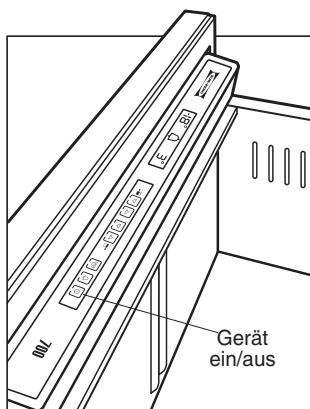
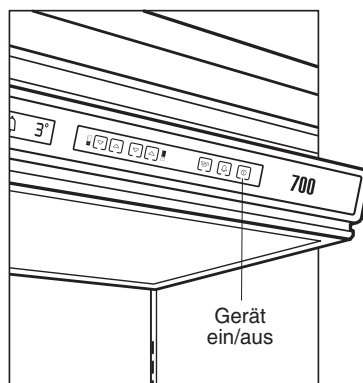

Abb. 4
Abb. 5
Das Netzkabel in eine geerdete 10-Amp-Steckdose einstecken. Bei eingeschalteter Stromzufuhr die Beleuchtung und das Kühlaggregat prüfen, bevor Sie mit der Installation fortfahren. Das Tastenfeld ① auf der Schaltblende drücken. Die Position des Tastenfelds ① bei Grundgeräten finden Sie in Abbildung 4 weiter unten und bei hohen Geräten in Abbildung 5. Wenn Sie sich vergewissert haben, dass das Gerät richtig funktioniert, die Stromzufuhr am Schutzschalter unterbrechen und fortfahren.